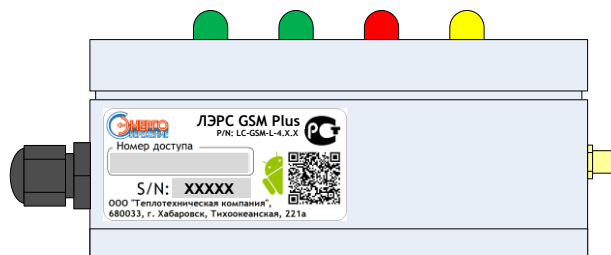

Рисунок 21. Место расположения маркировки Plus
- Plus, на боковой, правой части корпуса (см. рис. 21).